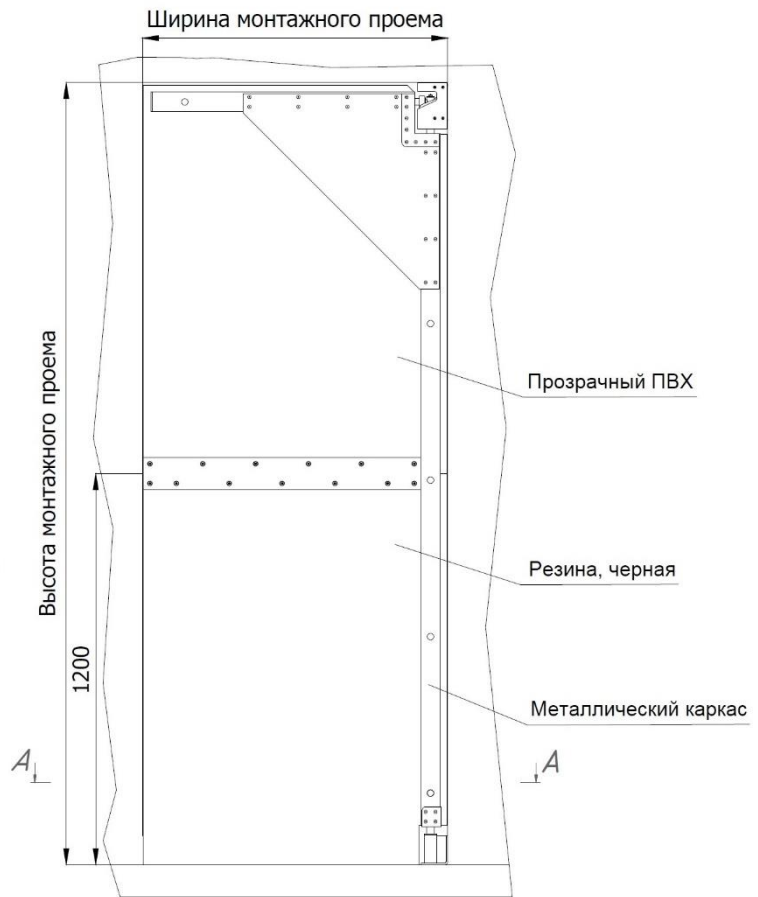

Рисунок 3. МДО ПВХ из морозостойкой прозрачной ПВХ пленки и конвейерной ленты
- Из морозостойкой прозрачной ПВХ пленки толщиной 7 мм, резиновой конвейерной ленты толщиной 7 мм (снизу) и металлического каркаса (Рисунок 3)